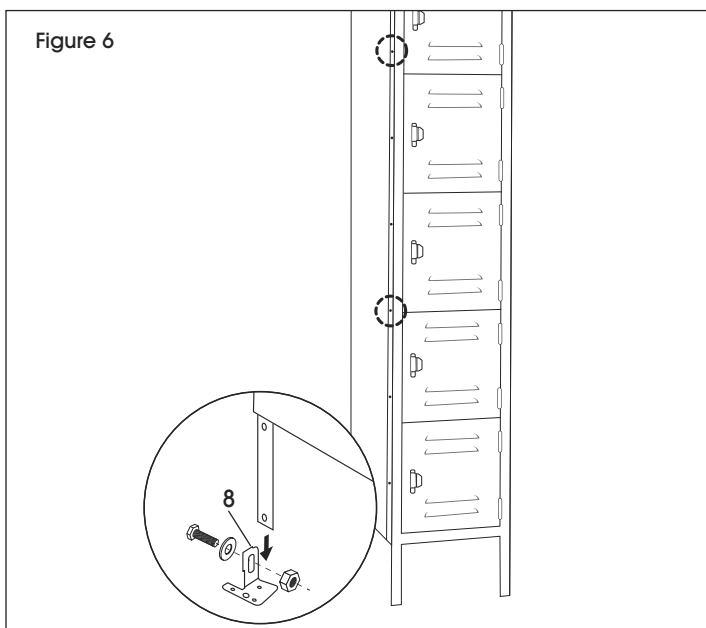

Figure 6
1. Si vous raccordez ensemble deux unités, installez temporairement un boulon et un écrou dans le troisième et le sixième trou à partir du haut du cadre extérieur qui sera raccordé au(x) cadre(s) de casier(s) adjacent(s). (Voir Figure 6)
2. Utilisez les pattes de nivellement et quincaillerie (8) fournies pour niveler l'unité. (Voir Figure 6)